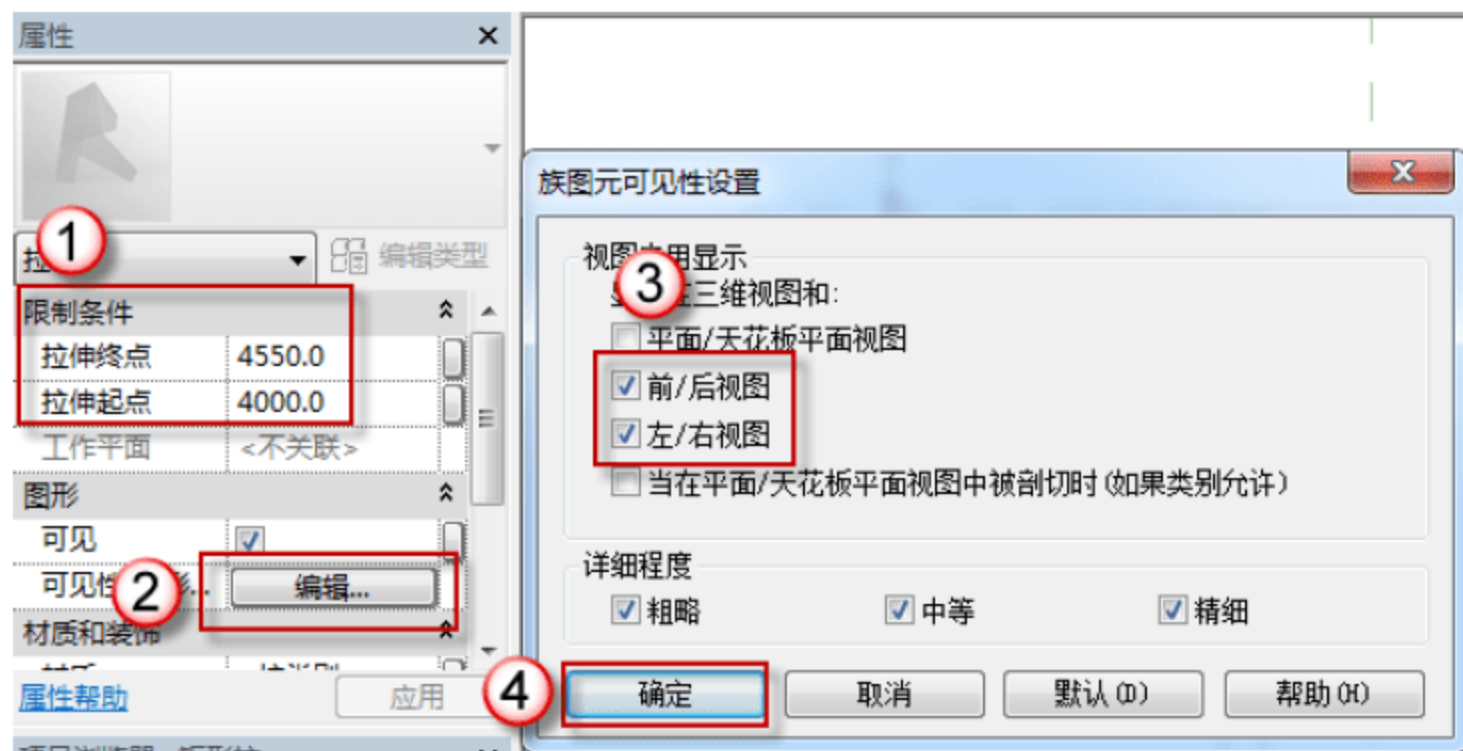

图 12.3.11 调整风道的参数
(9) 调整风道的参数。进入前立面视图中，在“属性”面板中，将“拉伸起点”设为“4000”，“拉伸终点”设为“4550”，单击“编辑”按钮，在弹出的“族图元可见性设置”对话框中，只选中“前/后视图”和“左/右视图”两个复选框，单击“确定”按钮，如图 12.3.11 所示。